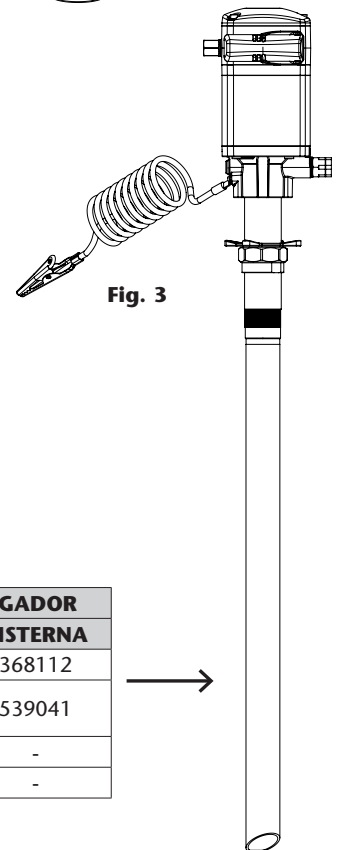

Fig. 3
c. Montaje ajustable sobre bidón o cisterna con adaptador (360001). Rosque a la bomba el tubo prolongador correspondiente (ver Fig. 3). Rosque la tuerca del adaptador ajustable a la tapa del bidón/cisterna. Inserte el tubo por la tuerca y fíjelo con la estrella a la altura deseada.